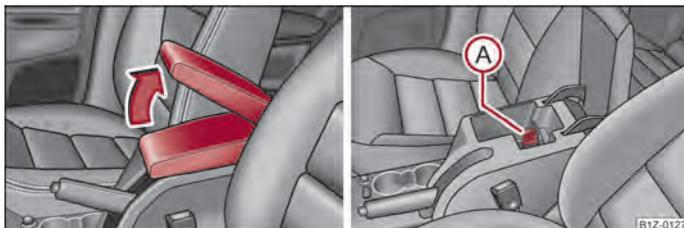

Fig. 84 Apoio para braços compartimento de arrumação / refrigeração do compartimento de arrumação
- Abra a tampa do apoio de braço no sentido da seta ⇒ Fig. 84 - à esquerda.